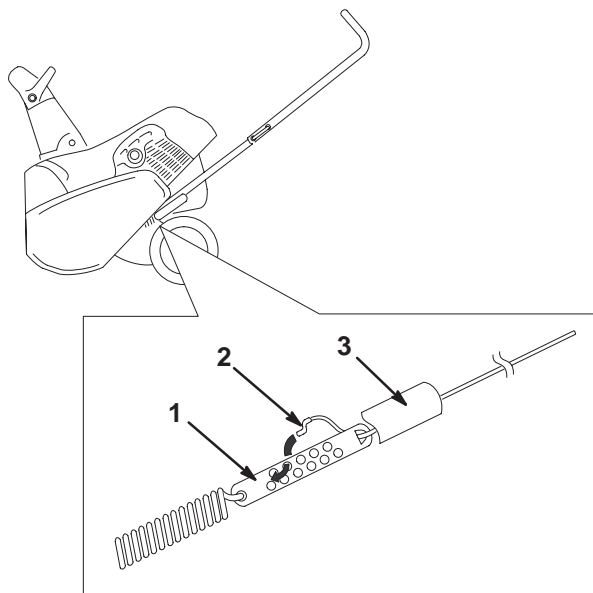

Figure 19
2. Remontez la protection du ressort sur le câble pour exposer le dispositif de réglage (Fig. 19).